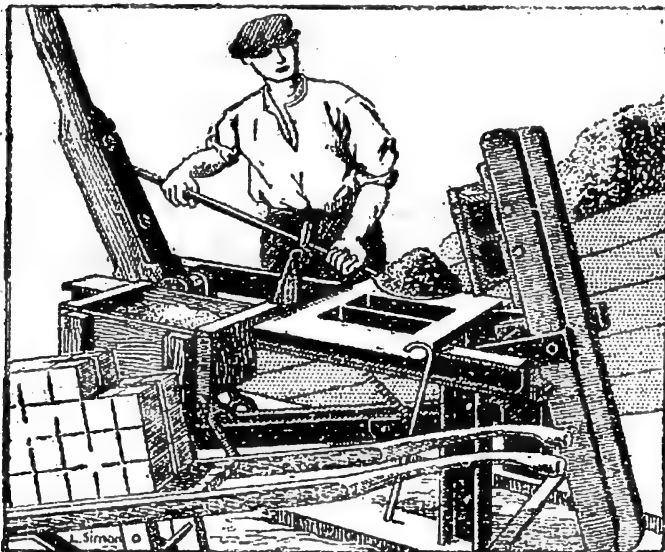
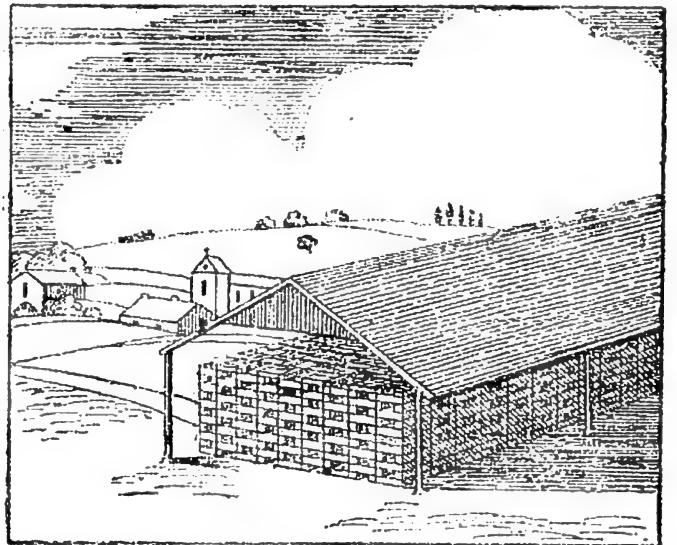

Fig. 5. — On façonne les briques en tassant dans un moule une pâte de terre glaise et de sable.
Fig. 6. — Après avoir été moulées, les briques sont mises à sécher sous un hangar, avant d'être cuites au four.
**6. Les briques et les tuiles.** — On les obtient en tassant dans des moules (*fig. 5*) une pâte de terre glaise et de sable. Elles sont ensuite séchées à l'air, sous des hangars (*fig. 6*), puis cuites dans